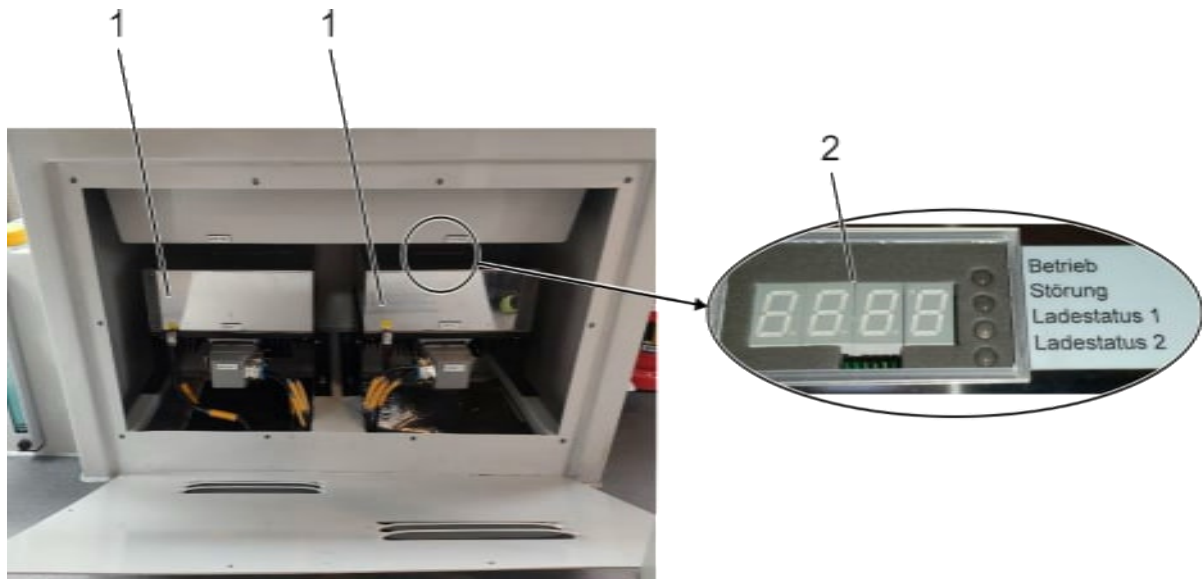

Abb. 35: Batterieladegeräte
Auf dem Fahrzeug sind zwei Batterieladegeräte, siehe Abb. 35 (1), in der Kiste der Sitzbank im Führerstand montiert. Die Batterieladegeräte können nur einen Ladestrom von 30A bereitstellen und deshalb nicht als gleichwertigen Ersatz zur Lichtmaschine angesehen werden.